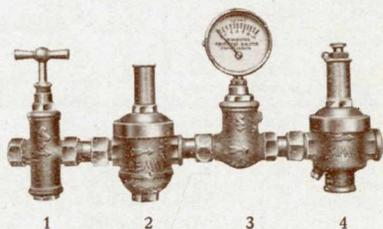

Fig. 5. — Ensemble de robinetterie.
- 1 robinet sur l'arrivée d'eau froide fig. 5 (1),
- 1 clapet de retenue sur l'arrivée d'eau froide fig. 5 (3),
- éventuellement en remplacement du robinet fig. 5 (1) :
- 1 ensemble de robinetterie fig. 5 sans réducteur de pression Rema fig. 5 (2) ni manomètre,
- soit 1 soupape de sûreté avec clapet fig. 5 (4 et 3).
1 ensemble de robinetterie fig. 5 (manomètre facultatif).